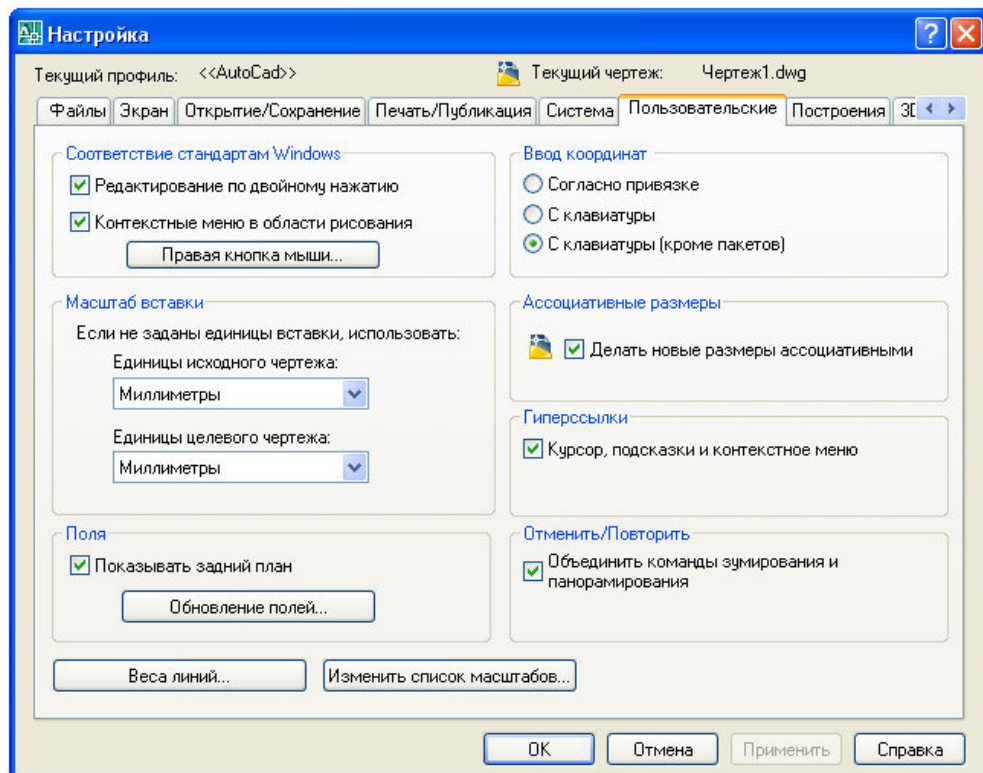

Рис. 1.10. Диалоговое окно "Настройка", вкладка Пользовательские
- Пользовательские, рис. 1.10.